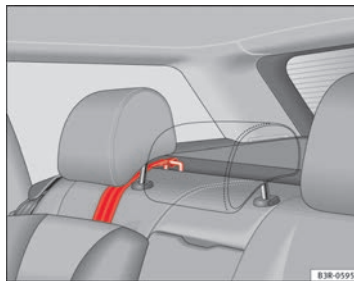

Fig. 36 Correa de sujeción: correcto ajuste y montaje
- Dirigir la correa de sujeción del Top Tether por debajo del apoyacabezas de la plaza posterior ⇒ **fig. 36** (levantar el apoyacabezas si es necesario).